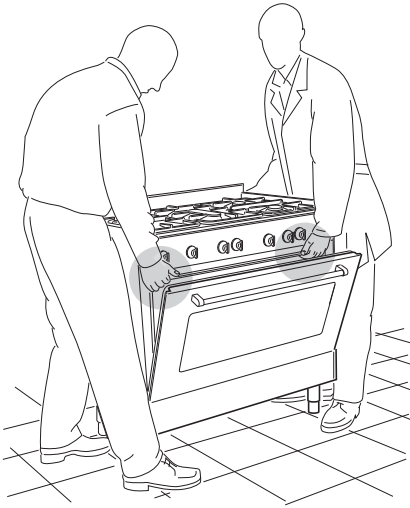
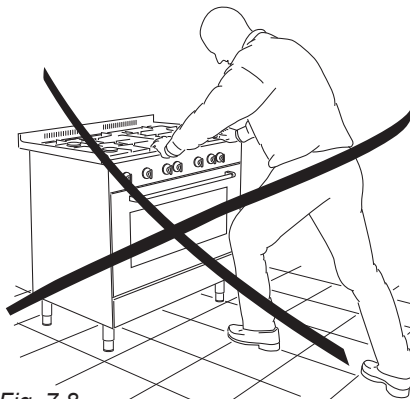

Fig. 7.6
Fig. 7.8
**ATTENZIONE:** La cucina deve essere sempre raddrizzata da due persone per evitare di danneggiare i piedi (fig. 7.6).
**ATTENZIONE :** Quando si sposta la cucina nella sua posizione definitiva, **NON TRASCINARLA** (fig. 7.8), ma sollevare i piedi dal pavimento (fig. 7.6).